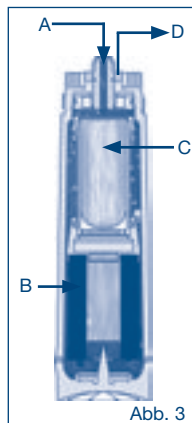

Abb. 3
Ledningsvand (A) ind i filterpatronen (fig. 3), og vandet bliver filtreret af et aktiveret carbon-blok (B). Partikler, opløst organisk stof, naturlige farvestoffer og stoffer, der er ansvarlige for dårlig smag og lugt f.eks. chlor fjernes. Derefter Vandet filtreres ved en blindgyde hule fiber ultrafiltrering (C) membran for bakterier fjernes. Filteret er også udstyret med en lille mængde sølv til bakteriostatisk årsager.